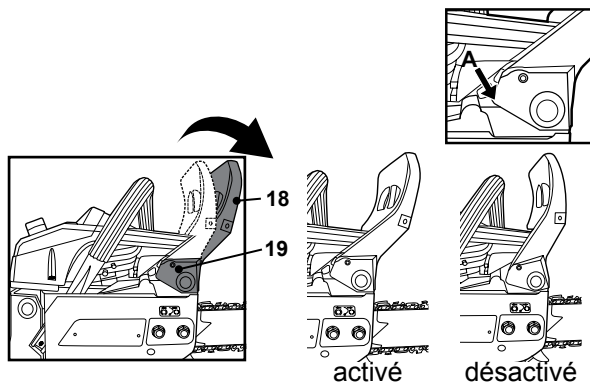

Fig. 15
- > Le frein de chaîne doit être activé avant de mettre le moteur en marche. Activez le frein de chaîne manuellement en poussant la protection avant vers l'avant en direction du guide-chaîne. Vérifiez que le détail 'A' apparaisse comme illustré ci-dessous (Fig. 15).